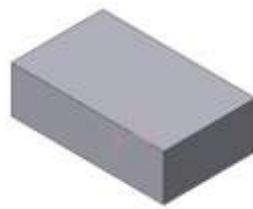
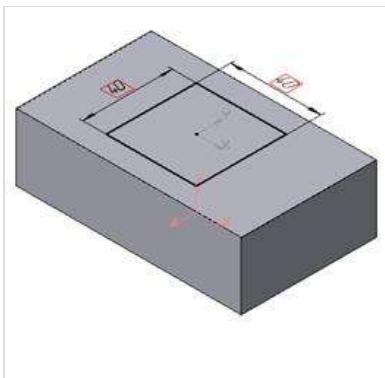
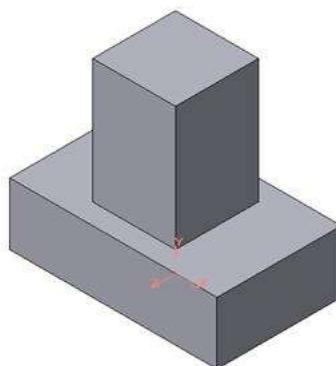

Рисунок 23 - Модель основания
Рисунок 24- Эскиз призмы
Рисунок 25 -Операция приклейивания элемента
2. Для построения верхнего элемента детали рис.23 - прямоугольной четырехгранной призмы на верхней плоскости основания вычертим эскиз - квадрат со сторонами 40 мм (рис.24) и приклеим призму выдавливанием на 50мм (рис.25).